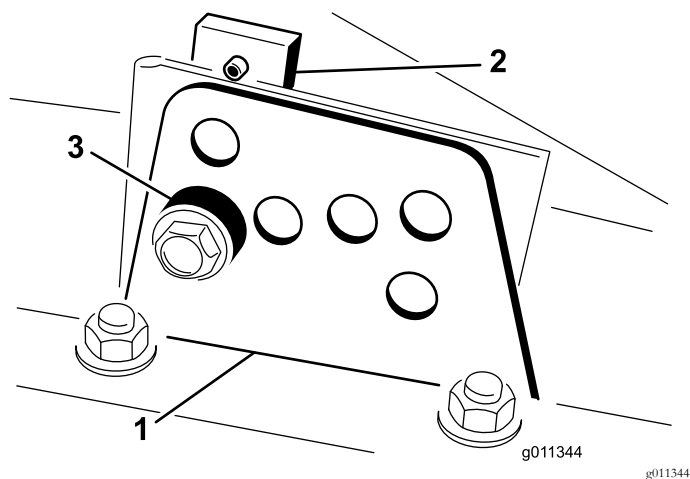

図 19
4. チェンバを支援しておきながらスペーサを取り外す 図 19。
2. 各刈り高ブラケットを刈り高プレート前と右と左に固定しているボルトをゆるめる 図 19 を参照。